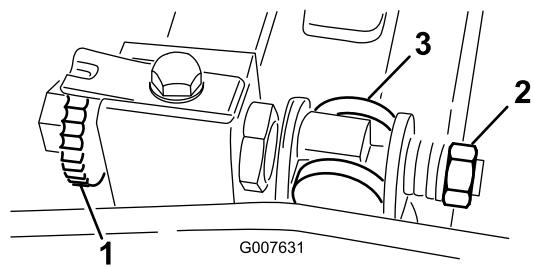

Figura 55
- Ruotate la vite di regolazione della barra di appoggio in senso antiorario per allontanare la controlama dal cilindro (Figura 55).
2. Allentate il dado di tensione della molla, finché la rondella non sarà più in tensione contro la barra di appoggio (Figura 55).